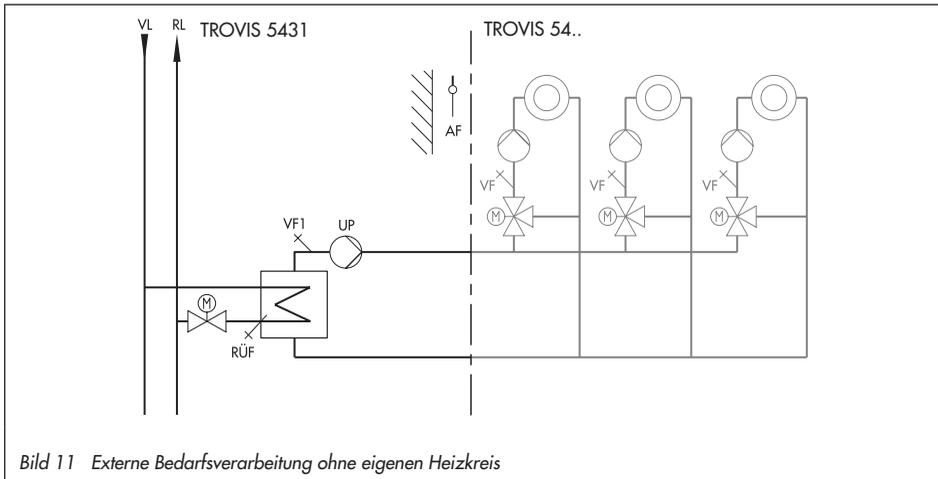

Bild 11 Externe Bedarfsverarbeitung ohne eigenen Heizkreis
- ▶ Ohne Außenfühler (CO1 F07-0): Der Heizungsregler TROVIS 5431 regelt ausschließlich den externen Bedarf für nachgeschaltete Regler entsprechend Bild 11. Dabei können Sie keine Nutzungszeiten einstellen. Der Sollwert wird entsprechend der externen Bedarfsanforderung zwischen maximaler und minimaler Vorlauftemperatur geregelt. Werte des Eingangssignals kleiner als 1 V (12 °C) bedeuten kein externer Bedarf, das Primärventil wird geschlossen und die Umwälzpumpe UP abgeschaltet.